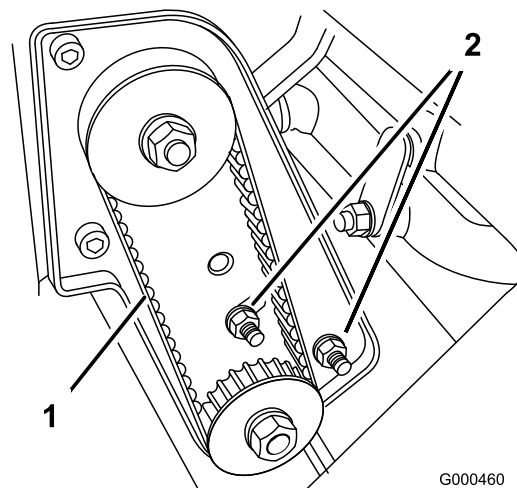

Figura 38
A. Allentate i dadi di montaggio della sede del cuscinetto (Figura 38).
C. Serrate i dadi di montaggio della sede del cuscinetto tenendo ferma nel contempo la chiave torsiometrica all'impostazione prescelta (Figura 38). Non tendete eccessivamente la cinghia.